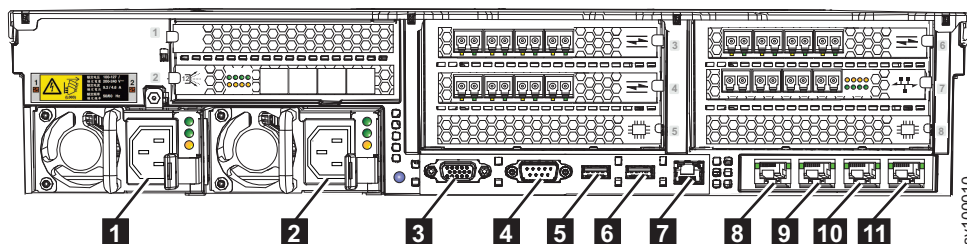

図 329. 2145-SV1 ノードの背面にあるコネクタ
2. イーサネット・ポート 1 から 3 (図 329に示されている **8**、**9**、および **10**) に接続されたイーサネット・ケーブルを取り外し、ケーブルにラベルを付けます。